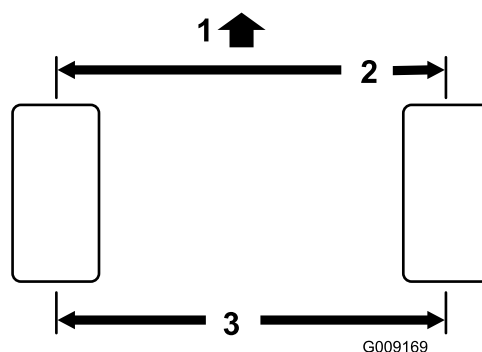

Figura 109
2. Mida la distancia entre centros (a la altura del eje) en la parte delantera y trasera de los neumáticos de dirección (Figura 109).